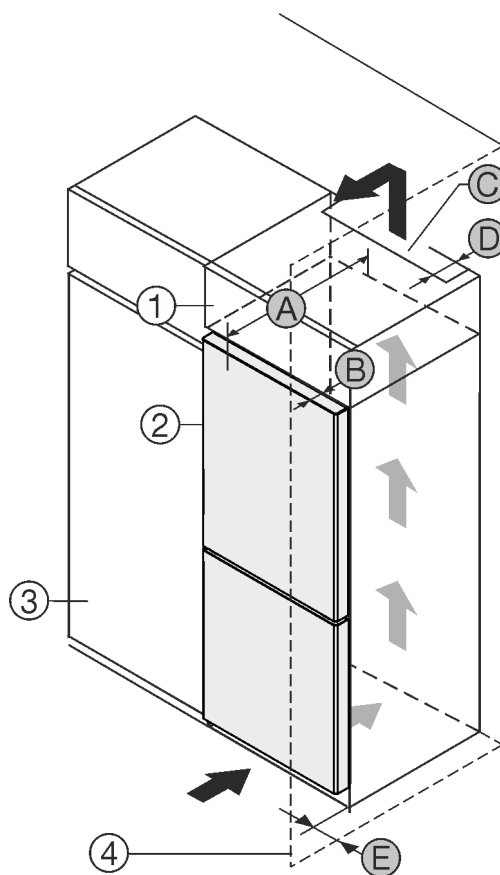

Fig. 1
- (1) Nadgradna omara *
- (2) Naprava *
- (3) Kuhinjska omara *
- (4) Stena *
- (A) Globina naprave *
- (B) Globina vrat *
- (C) Presek prezračevanja *
- (D) Odmik hrbtne strani naprave *
- (E) Odmik do strani naprave *
Aparat lahko postavite neposredno ob kuhinjsko omaro Fig. 1 (3).*
Na zadnji strani nadgradne omare mora biti zaradi prezračevanja in odzračevanja po vsej širini nadgradne omare prezračevalni jašek globine Fig. 1 (D).*
Pod stropom je treba upoštevati presek prezračevanja Fig. 1 (C).*
Če aparat postavite s tečaji ob steni Fig. 1 (4), mora razdalja med aparatom in steno znašati vsaj 13 mm.*
Če aparat postavite s tečaji ob steni *Fig. 1 (4)*, mora razdalja med aparatom in steno znašati vsaj 20 mm.*
Da lahko vrata povsem odprete, mora aparat štrleti ven vsaj za globino vrat *Fig. 1 (B)* glede na sprednji del kuhinjske omarice. Odvisno od globine kuhinjskih omaric *Fig. 1 (3)* in uporabe stenskih distančnikov lahko aparat štrli bolj ven.*